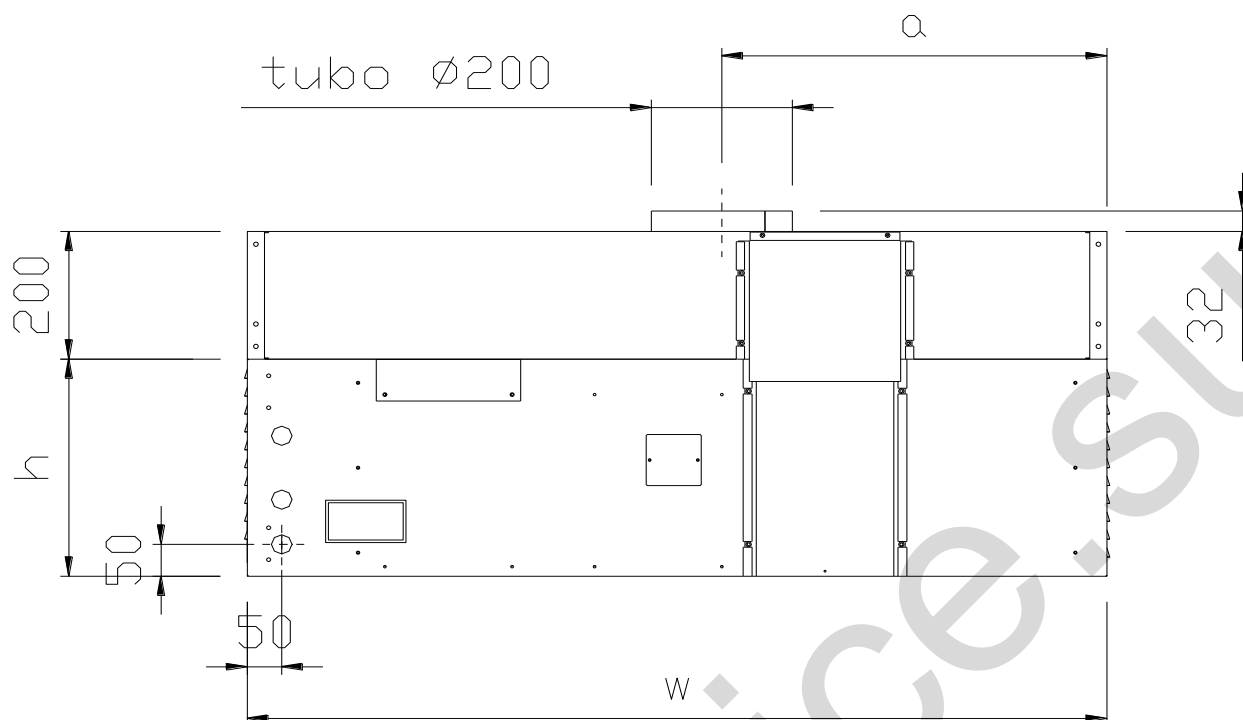

Fig.5-3-Posizione d'ingresso del cavo elettrico,dello scarico vapore e della targa.
Per la posizione esatta di uscita del cavo di alimentazione sull'apparecchio, vedere (1) di Fig. 5-3.
Per la posizione esatta del collegamento vedere Fig.5-3.